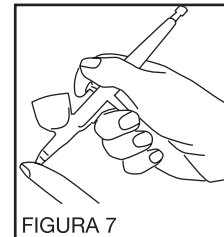

FIGURA 7
2. Tape con un dedo la boquilla del inyector para hacer que el agua fluya en contra dentro del mecanismo del aerógrafo. Ver Figura 7